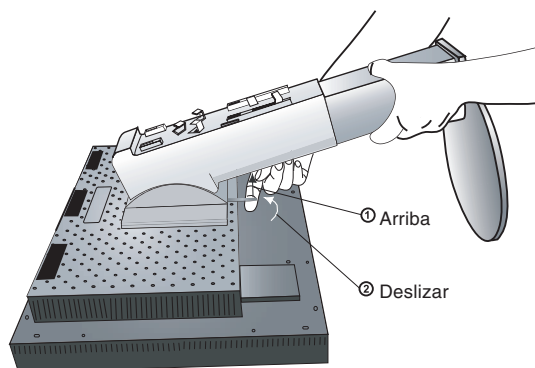

Figura S.2
5. Coloque una mano alrededor de la base y otra en la palanca de aflojamiento rápido. Mueva la palanca de aflojamiento rápido en la dirección indicada por las flechas (**figura S.2**).